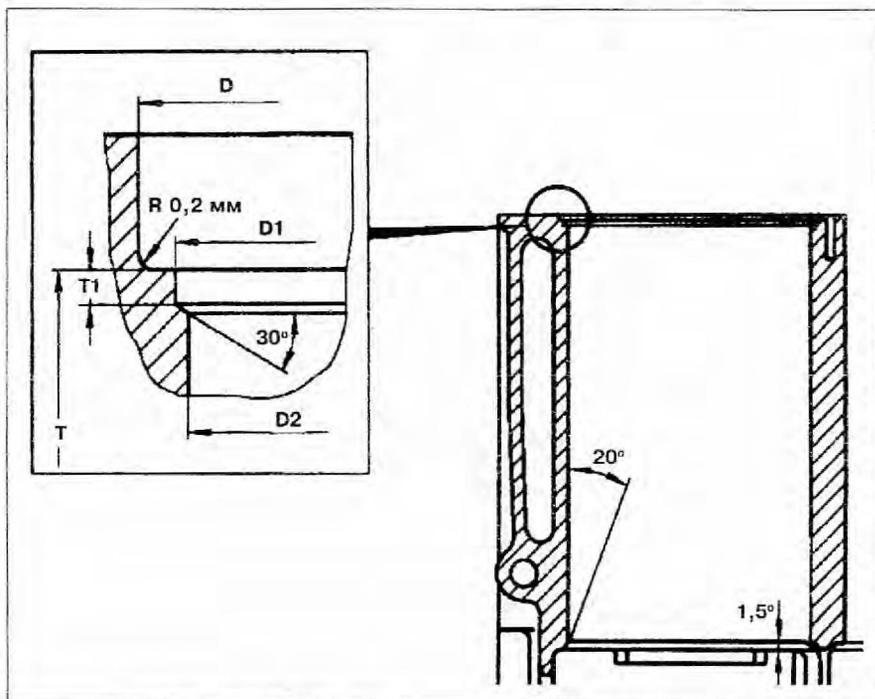

Рис. 2.49. Расточка гильз блока цилиндров:
10. Расточите диаметр **D2** гильзы (рис. 2.49).